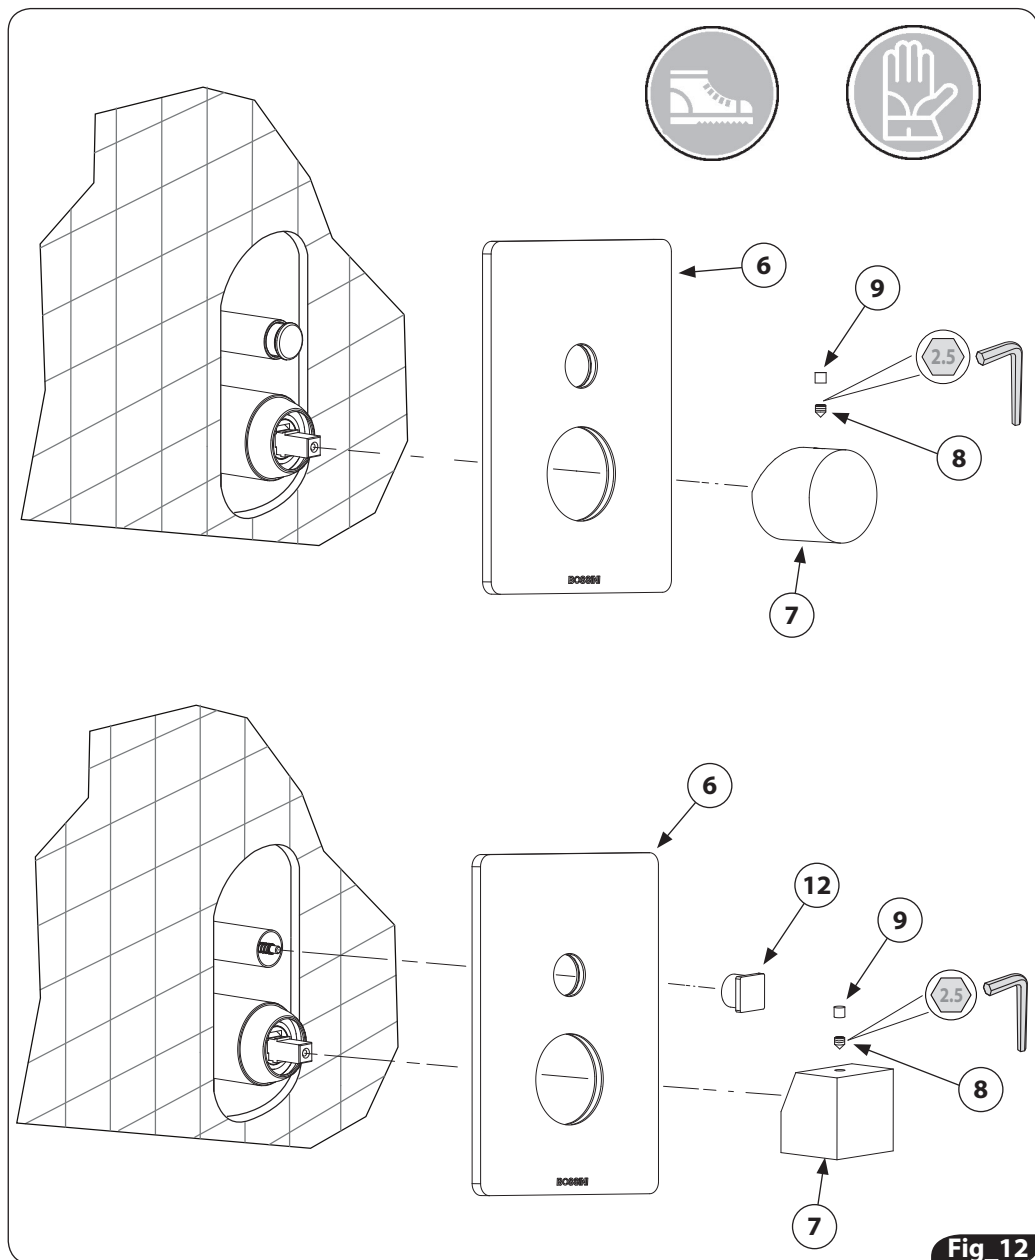

Fig. 12
2. Rimuovere il tappino (9) e svitare il grano (8); sfilare la maniglia miscelatrice e di erogazione (7); solo per versione parti esterne quadre svitare anche il pomolo (12); togliere infine la piastra di copertura (6). (fig. 12)
3. Svitare la ghiera di copertura (5) e la ghiera (4). È consigliabile proteggere il contatto tra la chiave operatrice e le ghiera.
4. Sfilare la cartuccia miscelatore (3):
2. Remove the cap (9) and unscrew the threaded pin (8); extract the mixing/on-off handle (7); only for version with square exposed parts unscrew also the knob (12); finally remove the cover plate (6). (fig. 12)
3. Unscrew the cover threaded bush (5) and the threaded ring (4). It is recommended to protect the contact between the operating wrench and the threaded bush and the threaded ring.
4. Extract the mixing cartridge (3):